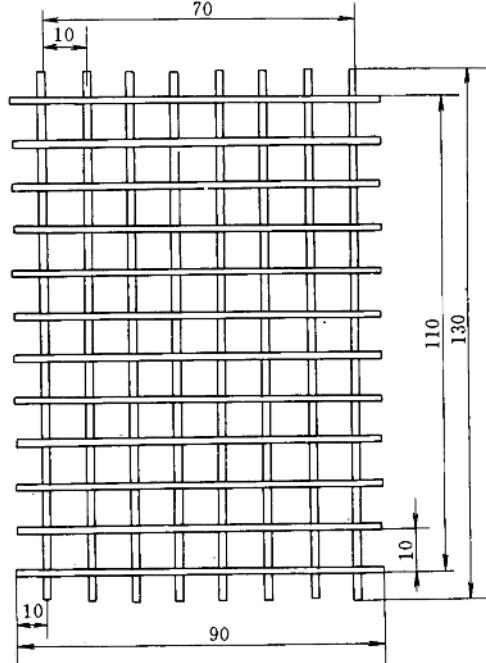

图 2-15 网格焊接
(2) 图例 作业训练图见图2-15网格焊接。
(3) 练习要求